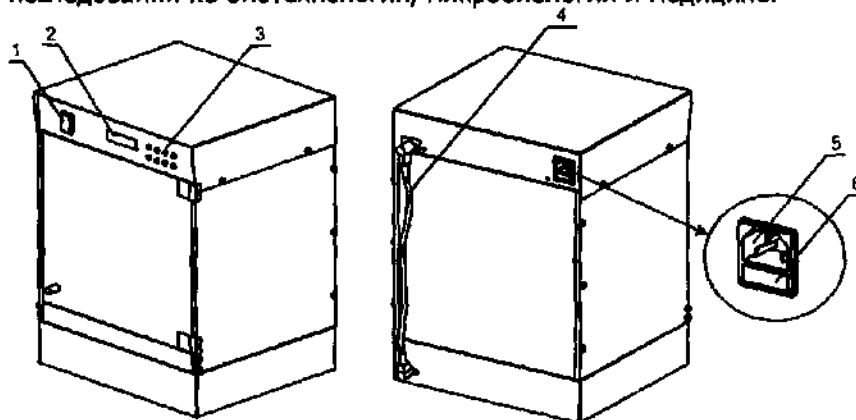

Рис.1
- сетевой выключатель (рис.1/1);
- дисплей (рис.1/2);
- кнопки управления (рис.1/3).
- кабель управления модулем перемешивания (рис.1/4);
- контактный разъем для подключения сетевого кабеля (рис.1/5);
- держатель предохранителя (рис.1/6).
- подключите кабель управления шейкером в соответствующие разъемы модулей термостатирования и перемешивания (см.рис.1) и зафиксируйте его прилагаемыми винтами;
прибора (рис.1/5).